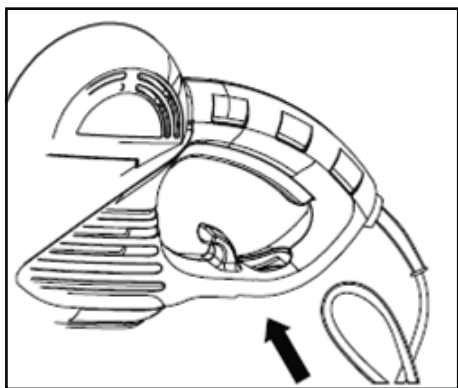

Fig.3
1. Assurez-vous que l'interrupteur marche/arrêt (7) n'est pas écrasé.
2. Doublez l'arrière du câble d'extension, d'environ 30 cm de l'extrémité et placez la boucle à travers le trou. Tirez sur le serrecâble [8a] et tirez doucement sur le câble pour vous assurer qu'il est solidement fixé (Fig 3, 4).